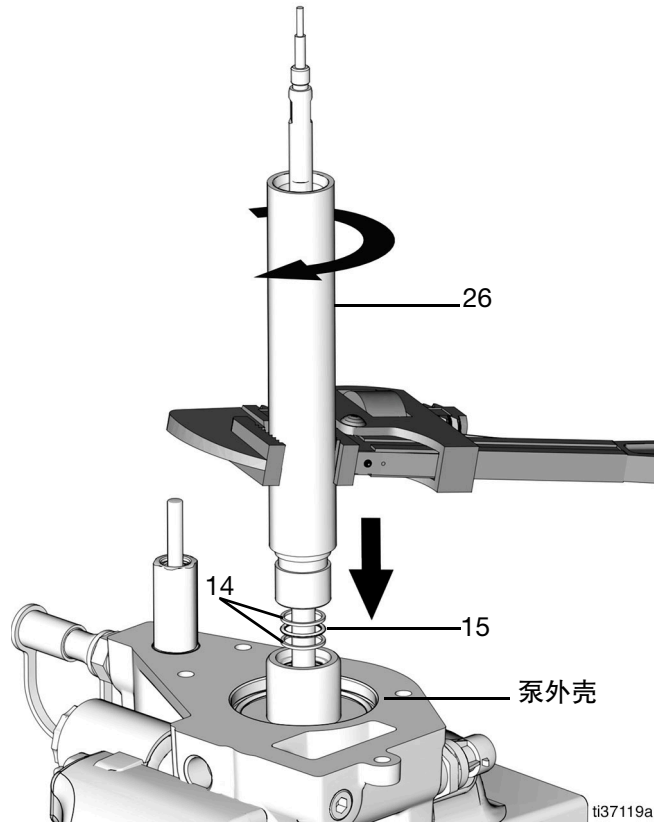

图 55
- 用新的支撑环、O 形圈更换两个支撑环 (14) 和 O 形圈 (15) 并稍微润滑 (图 55)。
- 将延长管 (26) 放在泵杆上并拧紧至泵外壳 (直至力矩达到 32 英尺-磅/43.4 N•m) (图 55)。涂上中等强度的螺纹锁固剂。